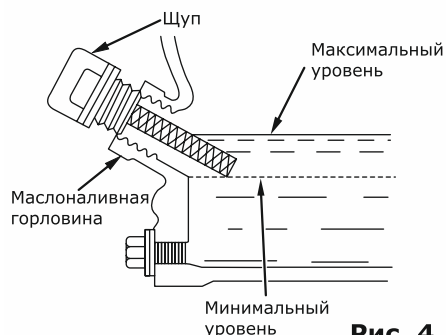

Рис. 4
- отверните и извлеките масляный щуп, проверьте уровень масла, медленно долийте масло до нужного уровня по меткам на щупе или краю маслосналивной горловины (рис. 4);